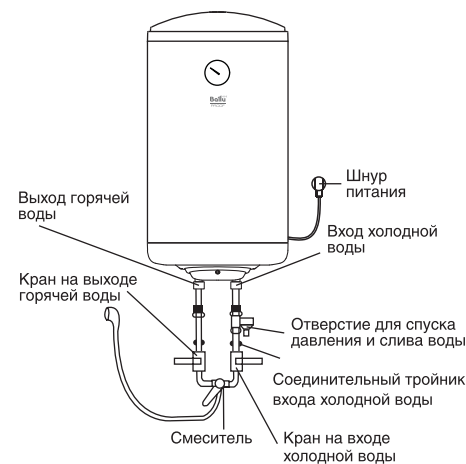

Рис. 6
- Если необходимо реализовать многоканальную систему водоснабжения, используйте способ соединения (см. рис. 6 и 7).